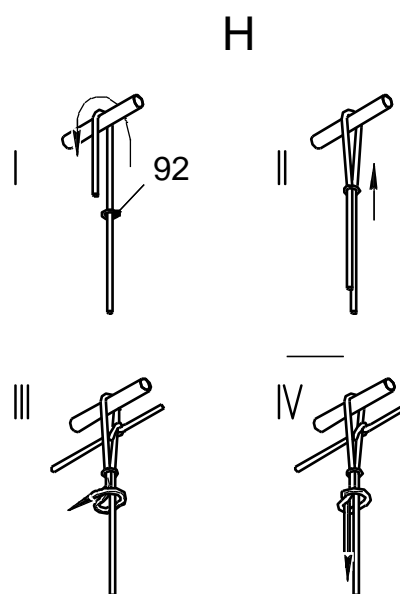

Рис.4
H. Закрепить вертикальные плети сетки лаза (рис.4).